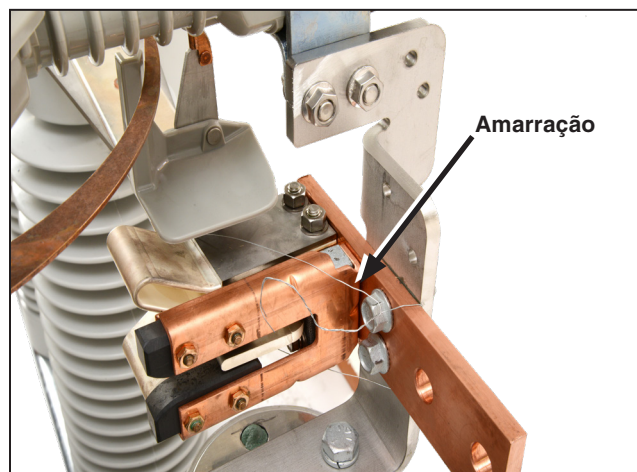

Figura 28. Remova a amarração no conjunto do contato fixo principal.
**PASSO 25.** Remova as amarrações que prendem as facas da chave aos respectivos conjuntos de contatos principais fixos e as amarrações que prendem os mecanismos de acionamento aos seus batentes. Ver Figura 28.